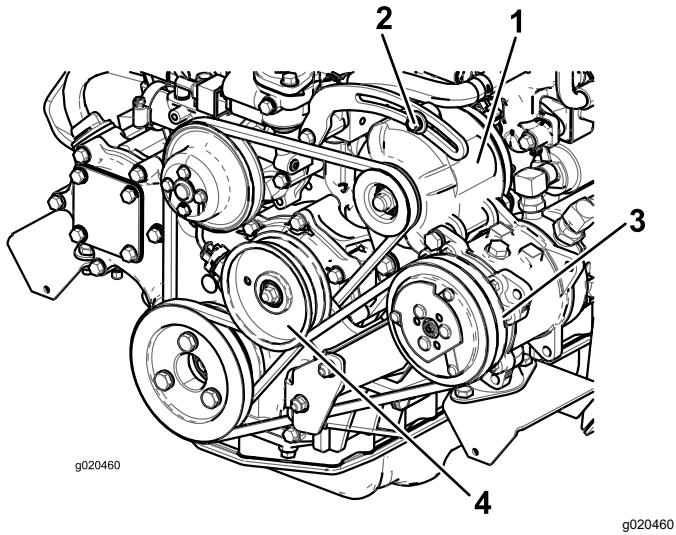

Figura 114
Si la desviación no es de 10 mm, afloje los pernos de montaje del alternador (Figura 114).
2. Si la desviación no es de 10 mm, afloje el perno de montaje de la polea tensora (Figura 114). Aumente o reduzca la tensión de la correa del compresor y apriete el perno. Verifique de nuevo la desviación de la correa para asegurarse de que la tensión es la correcta.
Compruebe la condición y la tensión de la correa (Figura 114) cada 100 horas de operación.